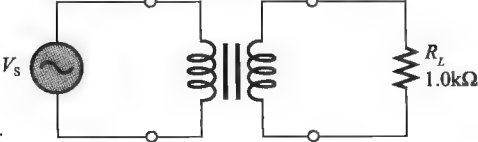

图 14-51
22. 图 14-51 中为了使反映到一次电路的电阻为 300Ω，匝数比必须是多少？